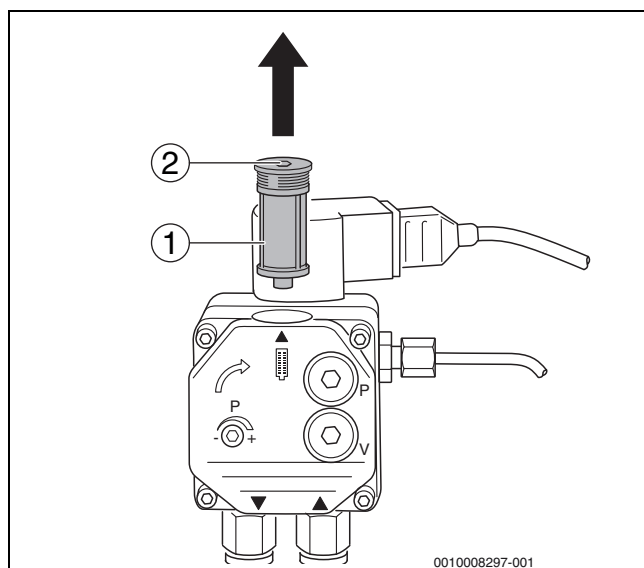

Bild 30 Ölpumpenfilter prüfen – Ölpumpe Danfoss
- Die Innensechskantschraube an der Oberseite (→Bild 30, [2]) lösen.
- Ölpumpenfilter (→Bild 30, [1]) nach oben herausziehen.
- Ölpumpenfilter (→Bild 30, [1]) mit Waschbenzin reinigen, gegebenenfalls austauschen und wieder in die Ölpumpe einbauen.